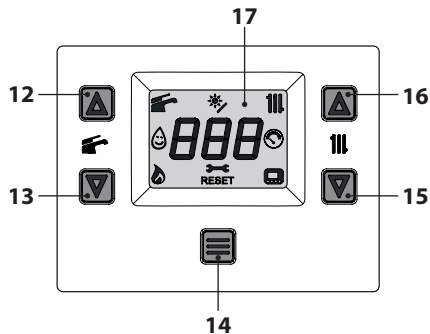
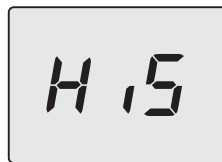

Figura 7.8
Figura 7.9
- Entrare in "modalità programmazione" premendo contemporaneamente per 5 secondi i tasti 13 e 15 (Figura 7.8) fino a far apparire sul display LCD le lettere **HiS** che indicano il menu "Storico delle caldaie" (Figura 7.9).
- Premere il tasto 14 (Figura 7.8) fino a far apparire sul display LCD le lettere **StF** (Start Full) che si alterna con **34** (valore della calibrazione) (Figura 7.11).
- tenere premuti contemporaneamente i tasti 13 e 15 per 5 sec. (Figura 7.8) (ritorno al livello precedente).